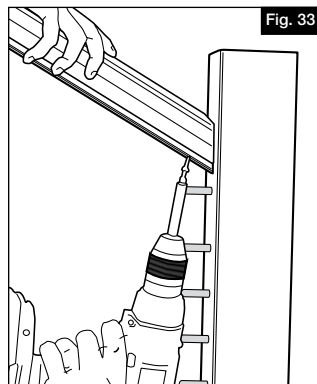
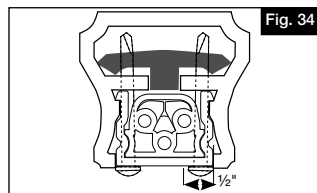

Fig. 33
Fig. 34
- 21.** Utilizando los tornillos pintados (componente N), instale dos de los tornillos hacia arriba desde la parte inferior a través del lugar previamente taladrado (Fig. 33). Esto asegurará el soporte, la viga y el travesaño superior juntos (Fig. 34).